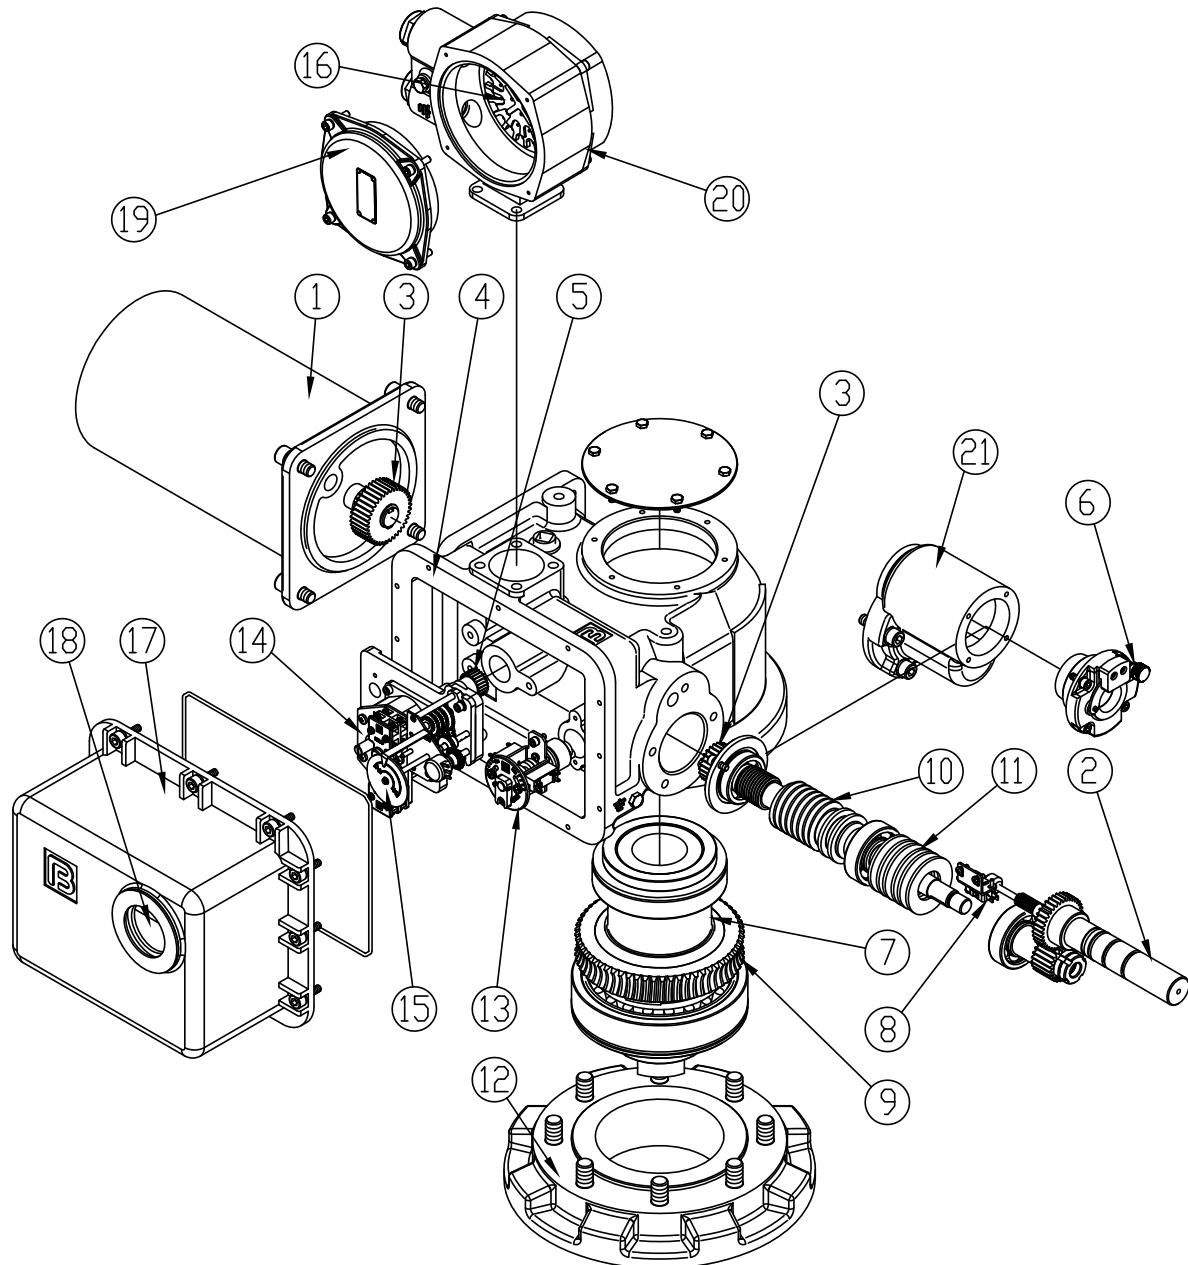

Рис. 5 Электроприводы типа ГЗ-ВВ, ГЗ-ВГ, ГЗ-ВД
## **2.2. Электроприводы типа Г3-ВВ, Г3-ВГ, Г3-ВД (рис. 5)**
Электроприводы типа Г3-ВВ, ВГ, ВД имеют идентичную конструкцию. Корпус (4) (рис. 5) – литой, к корпусу крепятся редуктор маховика ручного дублера (21), электродвигатель (1), взрывозащищенная клеммная коробка (19, 20), монтажный фланец (12). В корпусе установлены червячный редуктор (9, 10) с тарельчатыми пружинами (11), выходной вал (7), двухсторонняя муфта ограничения крутящего момента (13), ограничитель хода выходного вала (14) и индикатор положения затвора арматуры (15).